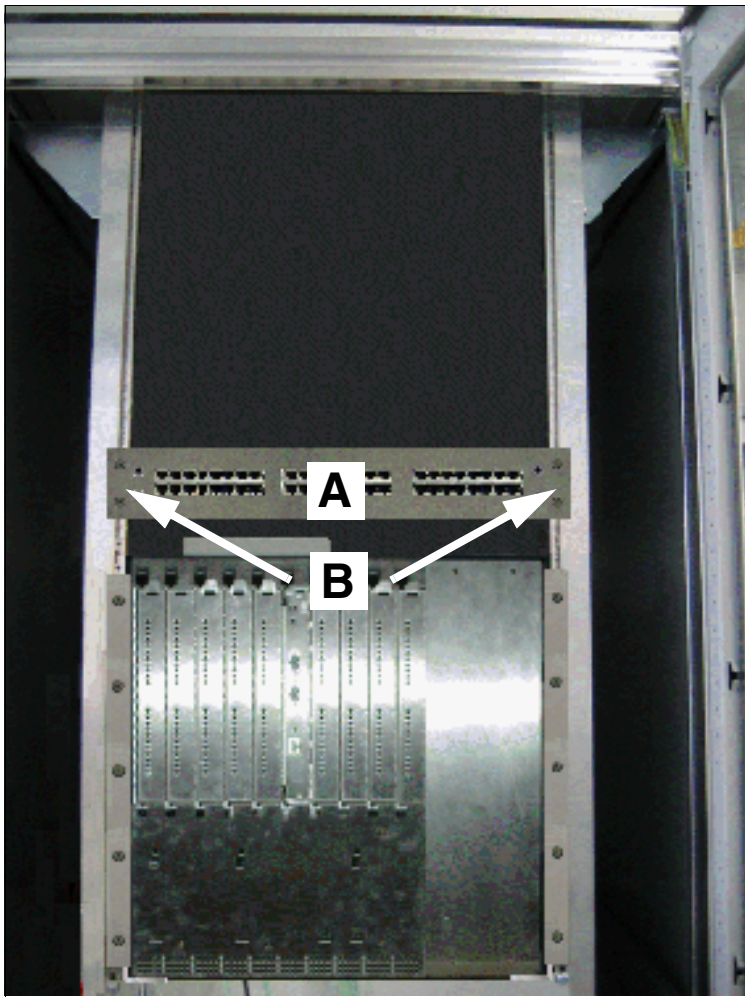

Figure 4-40 Montage du panneau de raccordement externe dans l'armoire 19"
Placez le panneau de raccordement (A, sur la figure 4-40) sur le boîtier du système et fixez-le à gauche et à droite avec 2 vis (B) au châssis 19".